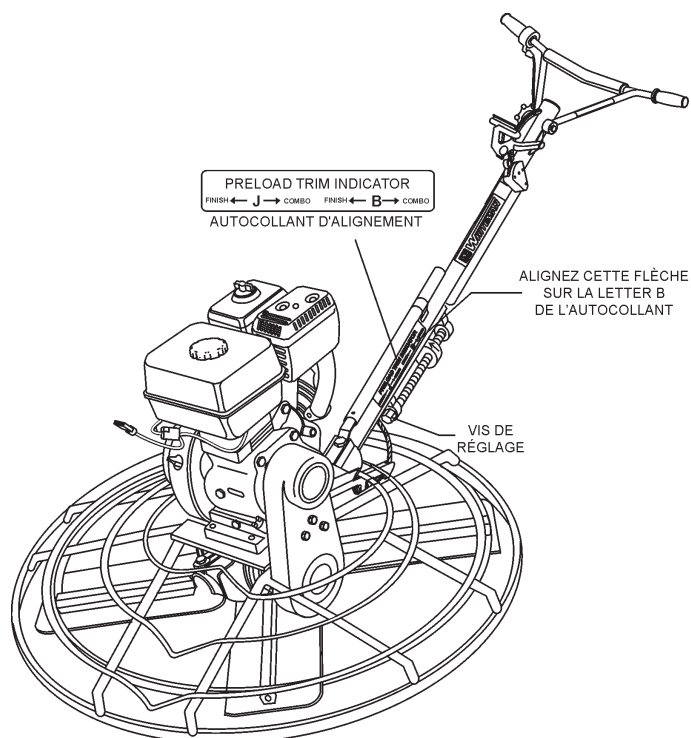

Figure 15. Réglage du préchargement
2. Situez la vis de réglage sous le tube de la poignée (Figure 15).